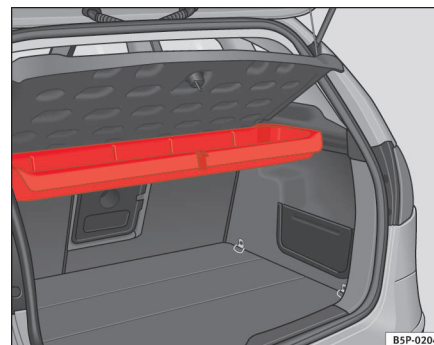
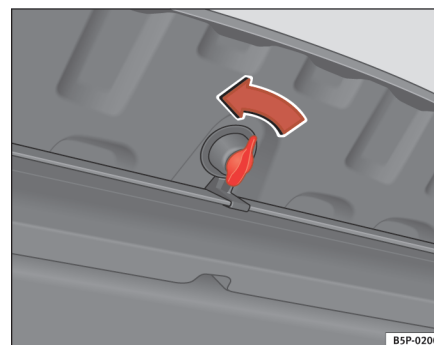

Fig. 122 Holder til advarselstrekanten under bagagerumsafdækningen
Fig. 123 Sådan åbnes opbevaringsrummet. ►
Advarselstrekanten\* er placeret i et opbevaringsrum under bagagerumsafdækningen ⇒ side 147, fig. 122. For at åbne dette opbevaringsrum skal du dreje låseanordningen\* 90° ⇒ side 147, fig. 123.
- For at åbne opbevaringsrummet skal du dreje låseanordningen\* 90° ⇒ side 147, fig. 123.